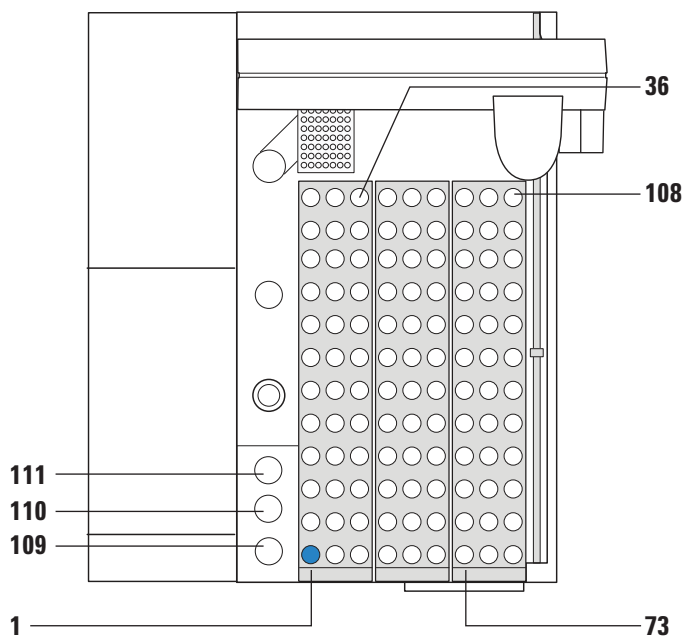

图 11 样品盘中的样品瓶位置
- 2 根据需要将盖好瓶盖的样品瓶放入样品盘中。请参见图 11。